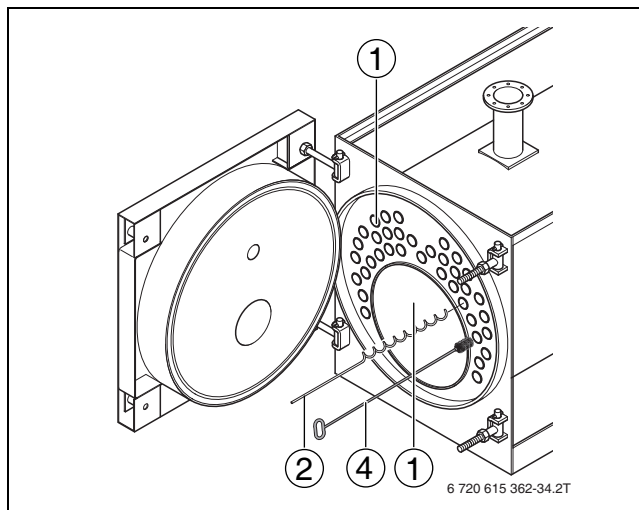

Рис. 40 Чистка поверхностей нагрева
- ▶ Удалите нагар из топочной камеры (→ рис. 40, стр. 28), газоотводящих каналов, а также из сборного коллектора дымовых газов [1].